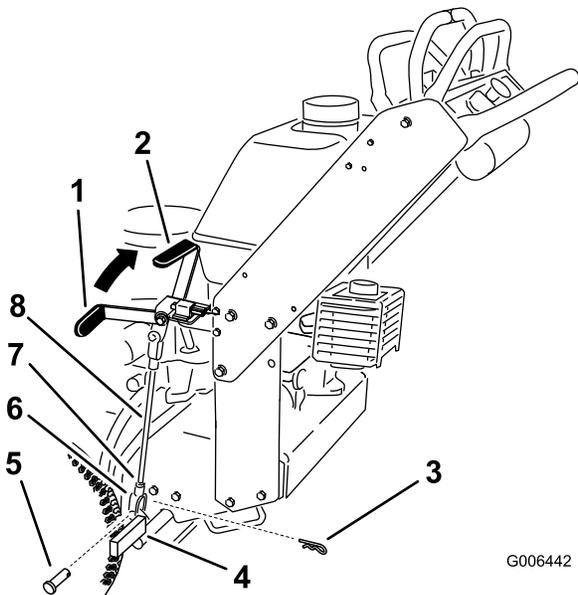

Figura 36
Nota: Cuando el freno está puesto, la palanca de freno debe estar en la posición de la 1 (Figura 36).
5. Afloje las contratueras superior e inferior (Figura 36).
6. Para ajustar el freno, retire el pasador de horquilla y el pasador de la palanca de freno inferior (Figura 36).
7. Gire la varilla del freno en las horquillas. Para apretar el freno, aumenta la distancia entre las horquillas. Para aflojar el freno, reduzca la distancia entre las horquillas (Figura 36).
8. Fije la horquilla a la palanca de freno inferior con el pasador de horquilla y el pasador (Figura 36).
9. Apriete las contratuercas superior e inferior (Figura 36).